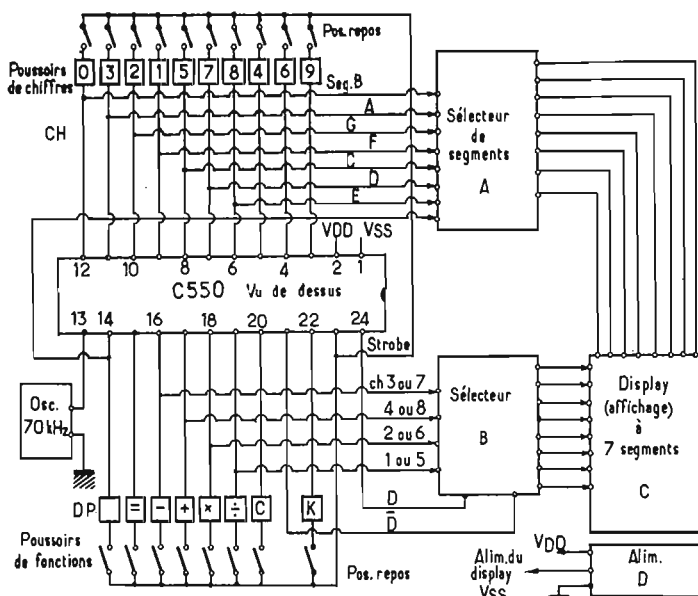

Fig. 4
Voici à la figure 4, un schéma théorique d'emploi du 550. Partons du CI 550 disposé sur le schéma, au milieu. Il possède 24 broches, c'est-à-dire 24 points de branchement aux autres composants de la calculatrice.
La rangée 1 à 12 est reliée aux contacts CH à boutons poussoirs marqués 0 à 9 (donc 10 boutons) et connectés dans l'ordre indiqué par le schéma. Bien entendu, sur le tableau de commande de la calculatrice, les chiffres 0 à 9 seront disposés dans l'ordre comme par exemple, selon la disposition de la figure 1. Chaque point de contact, depuis celui relié au point 12 du 550, jusqu'à celui relié au point 6 du C-550, sera également relié au circuit (A) de sélection des segments lumineux, par exemple, le point 12 du CI 550 est relié au contacteur du chiffre 0 et au point de segment B du circuit (A). Les segments, désignés par A, B, ... F, correspondent à la disposition de la figure 2. Le point, servant de virgule, désigné par « DEC point » sur la figure 4 est relié au point 14 du C-550.
Les points indiqués sur la figure 4 sont également connectés au circuit (B) sélecteur de chiffres.